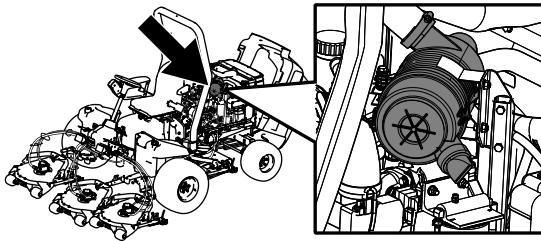

**Bild 47**
- Spindelwellenlager der Schneideeinheit (2 pro Schneideeinheit)—Bild 47